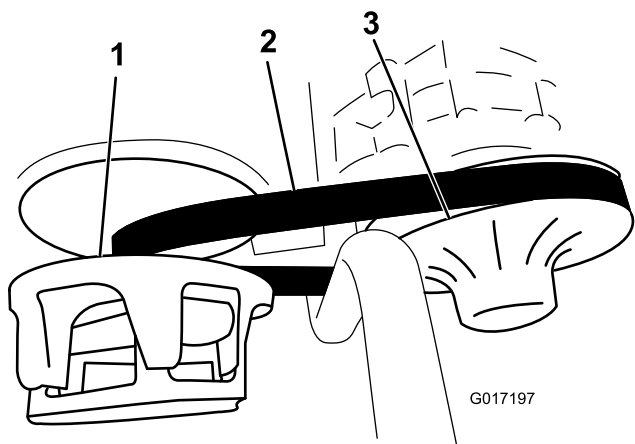

図 55
3. ベルト 図 55 を手で回転させながら磨耗や破損がないかを点検する。
3. 2次クラッチを回しながら2次クラッチ部分でベルトを外す (図 55)。
4. 一次クラッチからベルトを外す (図 55)。
5. 新しいベルトを一次クラッチに掛ける (図 55)。
6. 2次クラッチを回しながら2次クラッチ部分でベルトを外す (図 55)。